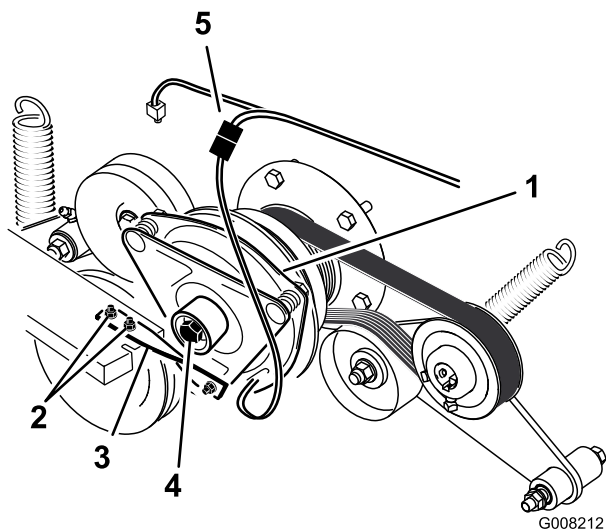

Figura 55
6. Scollegate la connessione elettrica della frizione (Figura 55).
7. Rimuovete i due bulloni che fissano la cinghia di gomma della frizione al telaio del tosaerba (Figura 55).
8. Rimuovete il bullone centrale che fissa la frizione all'albero motore e rimuovete la frizione e la chiave (Figura 55).
15. Tenendo l'albero a gomiti sulla parte posteriore della macchina, installate il bullone centrale e serratelo a 68 Nm (Figura 55).
16. Fissate la cinghia di gomma della frizione al telaio del tosaerba con i due bulloni e dadi precedentemente rimossi (Figura 55).
18. Collegate la connessione elettrica della frizione (Figura 55).